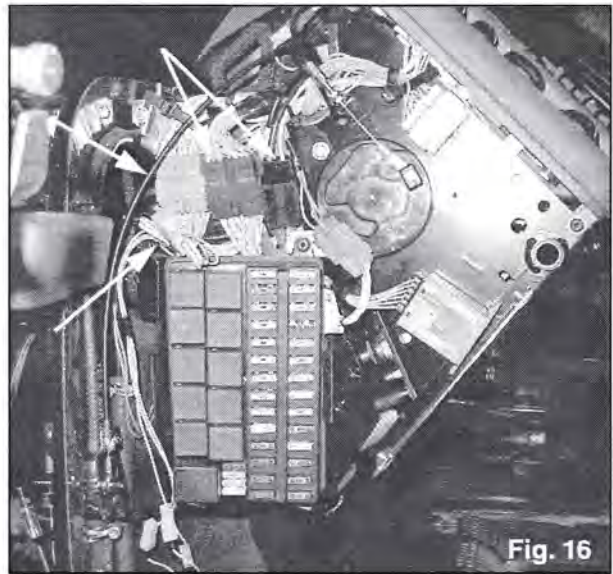

Fig. 16
- Frakobl, og afmonter sikringsholderen og relæet (Fig. 16).